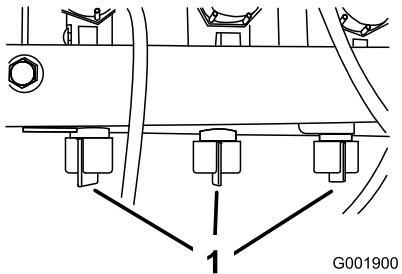

Figure 22
10. Réglez la soupape de dérivation de rampe (Figure 22) située sous la soupape de commande de la rampe que vous avez mise hors service jusqu'à ce que la valeur indiquée au manomètre soit la même qu'au point 7.